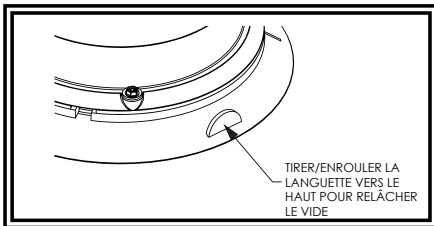

Figure 2
**Montage temporaire, montage à vide-magnétique :** L'option de montage à vide magnétique inclut une ventouse sur le dessous de la balise, avec un aimant dans la ventouse pour un montage temporaire sécurisé. La balise doit être placée au centre du toit, à l'endroit où la courbure est la moins importante. Avant l'installation, assurez-vous que la surface de montage est propre et qu'il n'y a pas de débris sur la partie inférieure de la balise ou sur le toit du véhicule, ce qui pourrait réduire le pouvoir d'adhésion de l'aimant et de la ventouse. Évitez de faire glisser la balise lorsque vous l'installez ou que vous la retirez pour éviter de rayer la peinture du véhicule. Après sa mise en place, la balise doit fermement adhérer à la surface. Si l'unité glisse ou se déplace facilement, l'installation n'a pas été effectuée correctement. Pour relâcher le vide, soulevez la languette pour dégager l'air emprisonné (voir Figure 2). Afin de préserver l'ensemble de montage à vide magnétique, remettez la balise dans sa boîte lorsque vous ne l'utilisez pas. **Ne tentez pas de l'installer sur une surface couverte de glace.**